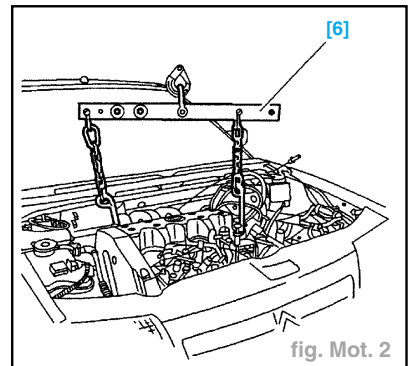

fig. Mot. 2
- Utiliser l'outil [6] élingue 2517-T bis (fig. Mot. 2).